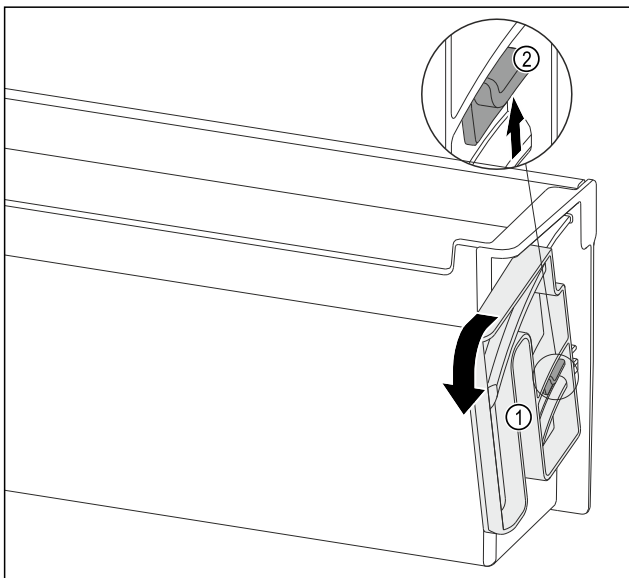

Fig. 112
- Прокрутіть поворотний модуль Fig. 112 (1) у вказаному напрямку до упору.
- Натисніть клапан Fig. 112 (2) угору і дістаньте поворотний модуль Fig. 112 (1).